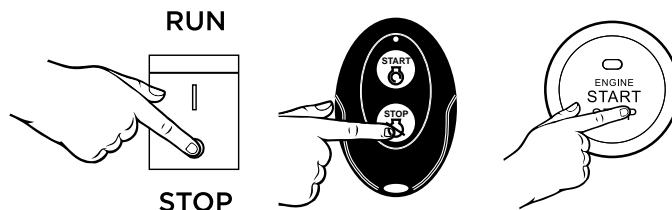

Figure 13 - Arrêt du générateur
3. Choisissez parmi les options ci-dessous pour arrêter le générateur (voir Figure 13):